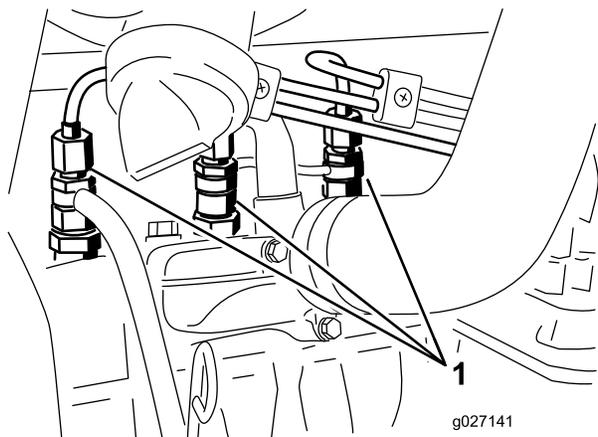

图58
1. 松开与 1 号喷嘴和固定器组件的管道连接 (图 58)。